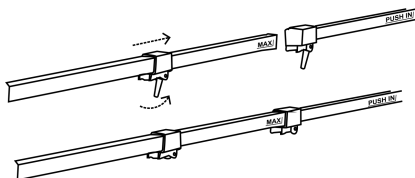

Fig.3
2. Aprire la fibbia sull'asta centrale e inserire l'asta inferiore nell'asta centrale. Regolare la lunghezza di inserimento dello stelo inferiore nello stelo centrale e fissare la fibbia. (Vedere Fig.3)